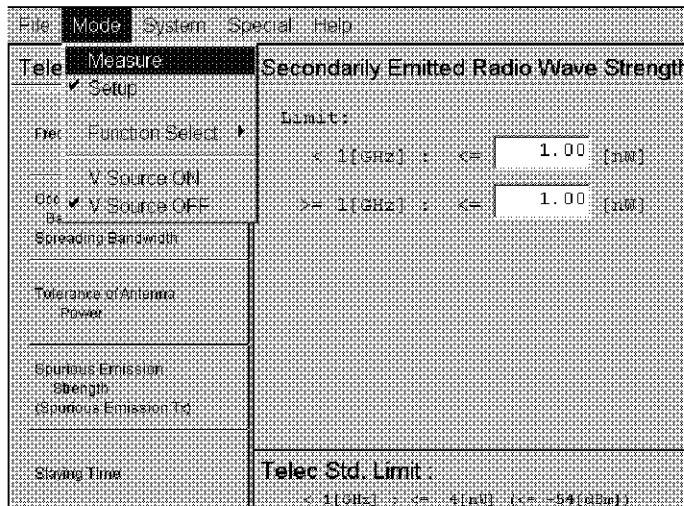

図 2-41 Setup モードから Measure モードへ切り替え
11. メイン・メニューの **Mode** をクリックして、ドロップダウン・メニューの **Measure** を選択します。測定画面に切り替わります (図 2-41 参照)。